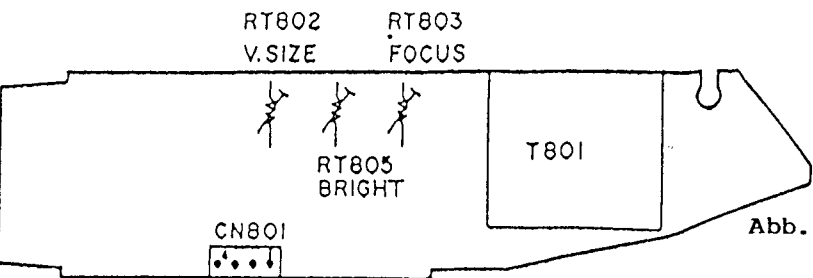

Abb. 4-53 Leiterplatte für elektronischen Sucher (Bestückungsseite)
3) Vertikale Bildgröße des elektronischen Suchers (Abb. 4-53)
4) Helligkeit des elektronischen Suchers (Abb. 4-53)
5) Scharfeinstellung des elektronischen Suchers (Abb. 4-53)